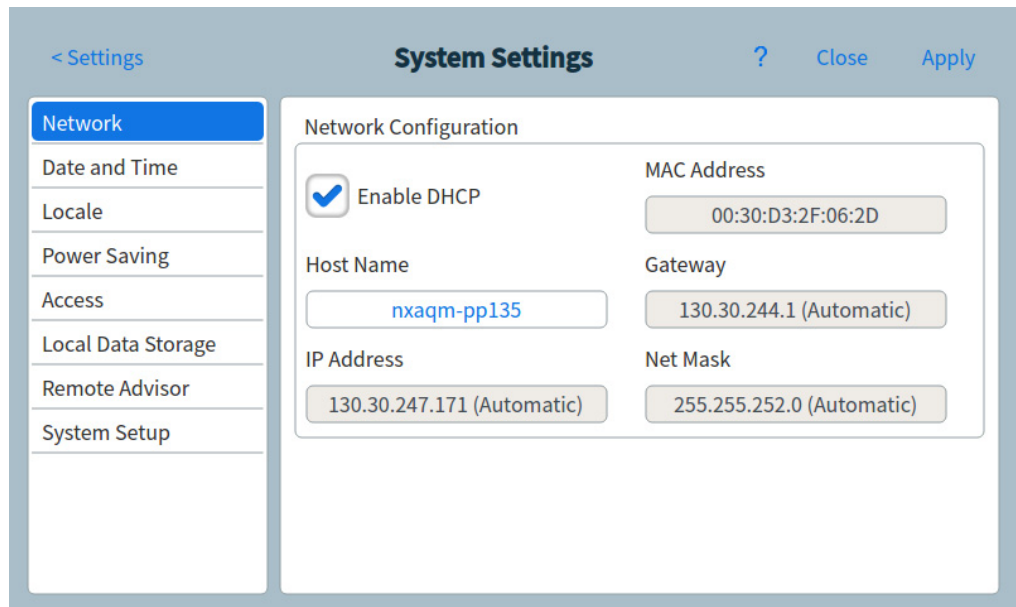

Figure 40 Page Paramètres du système
- 2 Appuyez sur **Paramètres du système**. La page Paramètres du système apparaît. Voir Figure 40.